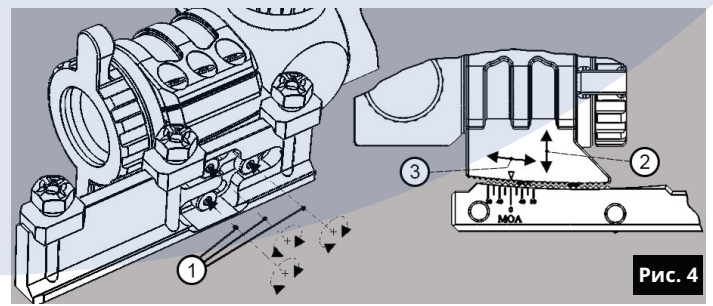

Рис. 4
- Открутите три винта (рис. 4, поз. 1), снимите базу и замените ее на желаемую.
- Ослабьте три винта (рис. 4, поз. 1) ровно настолько, чтобы можно было поднять и переставить кольцо с прицелом (рис. 4, поз. 2, 3).